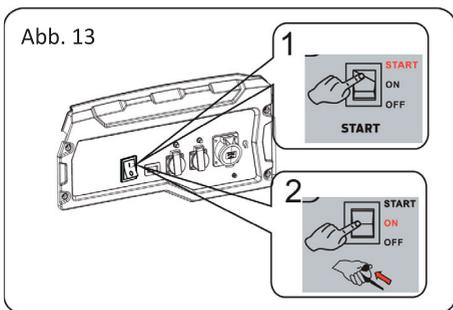

Abb. 13
- Drehen Sie den Zündschalter in die Startposition, um den Motor zu starten. Wenn sich der Motor dreht, aber nicht innerhalb von 15 Sekunden startet, warten Sie etwa 1 Minute, bevor Sie es erneut versuchen. (Siehe Abb. 13).